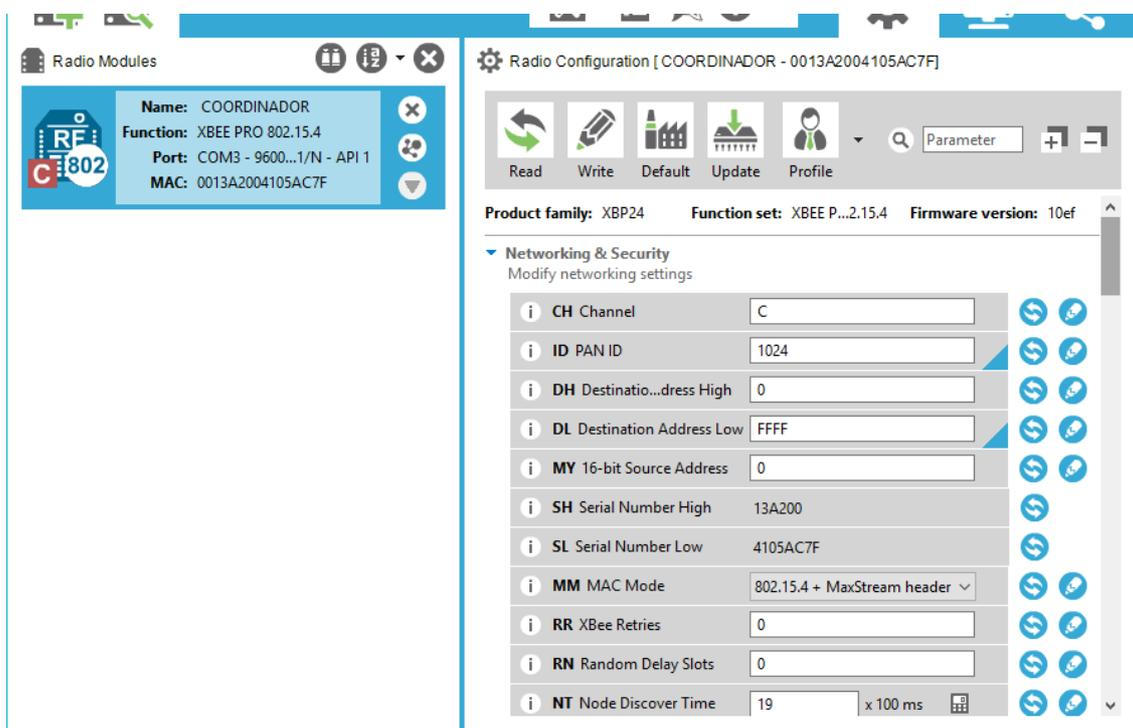

Figura 5.2.2. Panel configuración parámetros XBee
- El programa busca y reconoce el módulo conectado mostrándolo en la parte izquierda, como se muestra en la figura 5.2.2. Para Acceder a los parámetros del XBee se selecciona el modulo y se muestra la información perteneciente al XBee en la parte de la derecha.